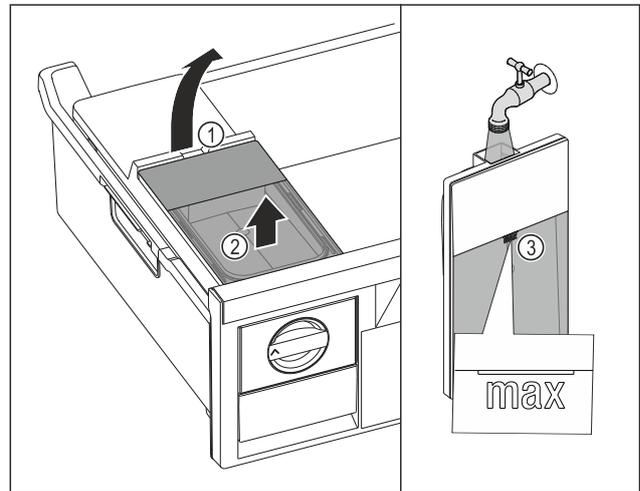

Fig. 80
- ▶ Підняти бак для води за заглиблення Fig. 80 (1).
- ▶ Вийняти бак для води рухом вгору. Fig. 80 (2)
- ▶ Наповнити бак для води питною водою до позначки Fig. 80 (3).